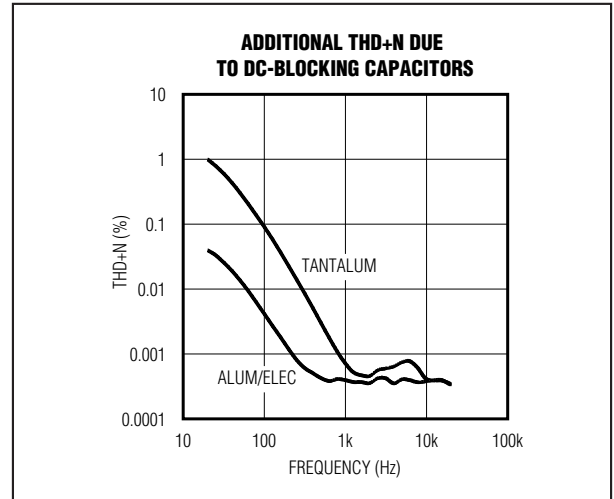

图5. 隔直电容引起的失真
2) 随着电容值的变化以及电容两端电压的变化，隔直电容的电压系数会导致重建音频信号的失真。在 -3dB 频率以下的频率范围内，容抗起主导作用，电压系数表现为失真度随频率而变化。图 5 给出了两种不同电介质电容引入的 THD+N，100Hz 以下的 THD+N 增加很快。低频衰减与随频率而变化的失真度共同作用，会影响注重低频效果的便携式音频设备中的音频信号恢复，比如多媒体笔记本电脑、MP3、CD 与 DVD 播放器。采用 DirectDrive 技术可以省去隔直电容，这些与电容相关的问题就都不存在了。